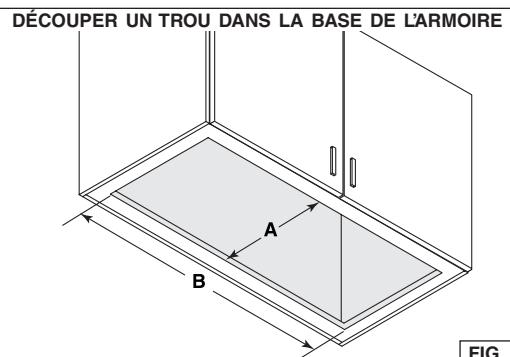

FIG. 7
1. Découper un trou dans la base de l'armoire aux dimensions indiquées (FIG. 7), ou utiliser le revêtement d'armoire comme gabarit.